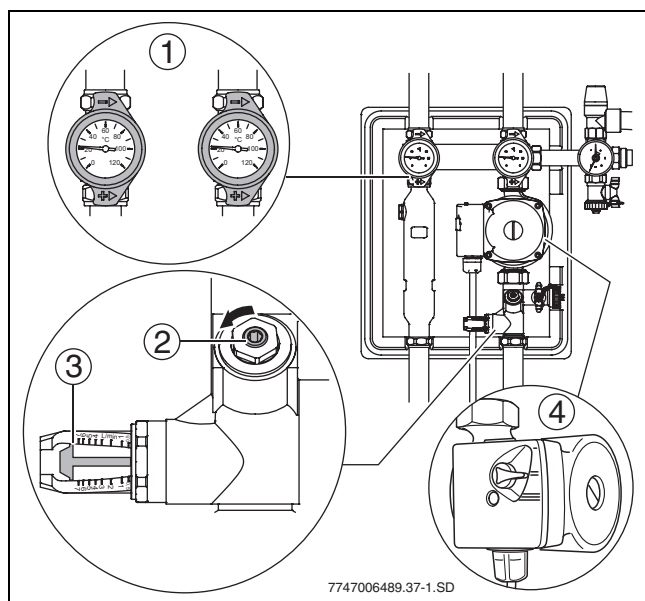

Fig. 30
- Contrôler le débit par le regard du limiteur de débit (\rightarrow figure 30, (3)).
- Pour le pré réglage du débit : régler le commutateur de la pompe solaire (\rightarrow figure 30, (4)) de manière à ce que le débit nécessaire soit atteint avec une valeur minimale.
- Fermer la vis de réglage du limiteur de débit (→ figure 30, (2)) jusqu'à ce que le bord du flotteur dans le regard (→ figure 30, (3)) affiche le débit recommandé.